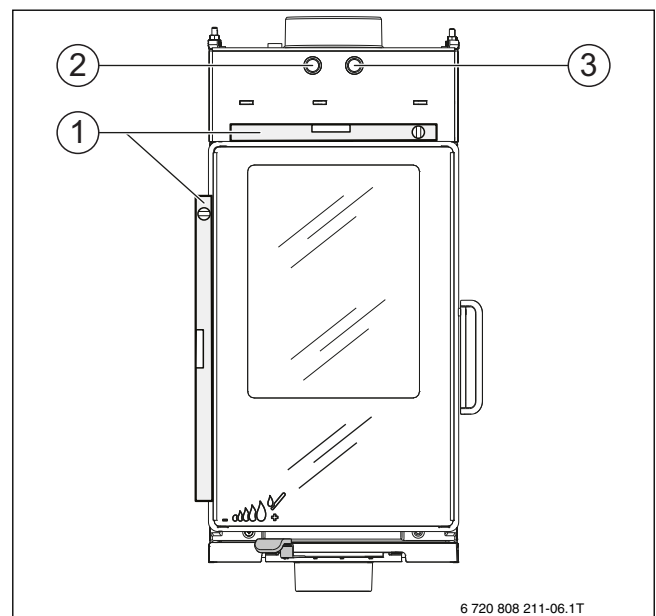

Bild 9 Heizeinsatz ausrichten
- Tauchhülse für den Temperaturfühler der thermischen Ablaufsicherung montieren (→ Bild 9, [3], Seite 14).